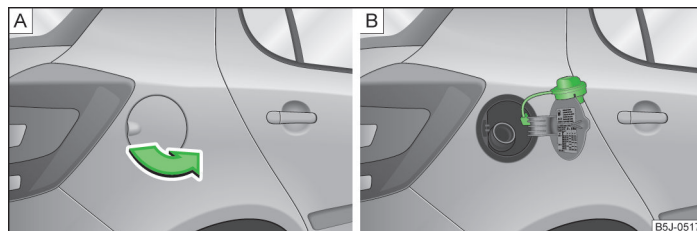

Fig. 122 Lato vettura posteriore destro: Sportello del serbatoio/sportello del serbatoio con chiusura a vite
Sul lato interno dello sportello del serbatoio sono riportati i tipi di carburante idonei per la vettura » fig. 122 a pagina 155 - [\[B\]](#).
- Aprire manualmente lo sportello del serbatoio » fig. 122 - [\[A\]](#).
- Ruotare completamente verso sinistra il tappo del serbatoio e inserirlo dall'alto sullo sportello del serbatoio » fig. 122 - [\[B\]](#).